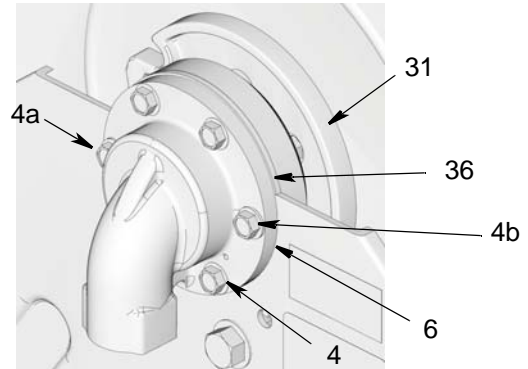

ABB. 21
4. NUR Mitteldruck-Modelle: Die Unterlegscheibe (36) zwischen Einlass (6) und Lagerhalterung (35) ausrichten (ABB. 21).
5. Zuerst wie in ABB. 21 abgebildet, die oberen 2 Schrauben (4a und 4b) durch Rahmen und Einlass (6) installieren. Schrauben nur so festziehen, dass alle Teile in ihrer Position gehalten werden.
6. Anschließend die vier verbleibenden Schrauben (4) anbringen. Handfest festziehen und dann alle Schrauben mit 33,9 bis 47,45 N•m (25 bis 35 ft-lbs) festziehen.